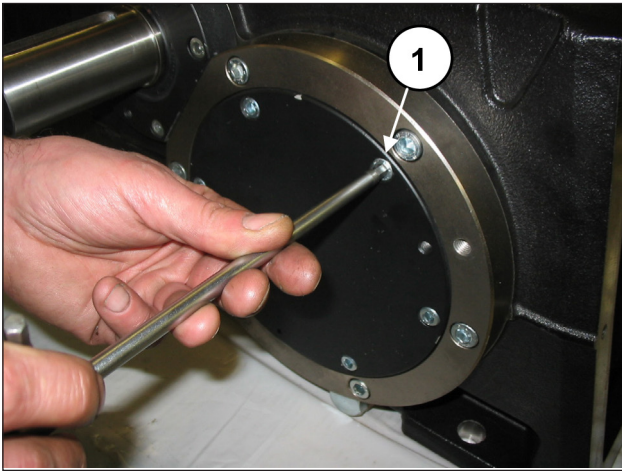
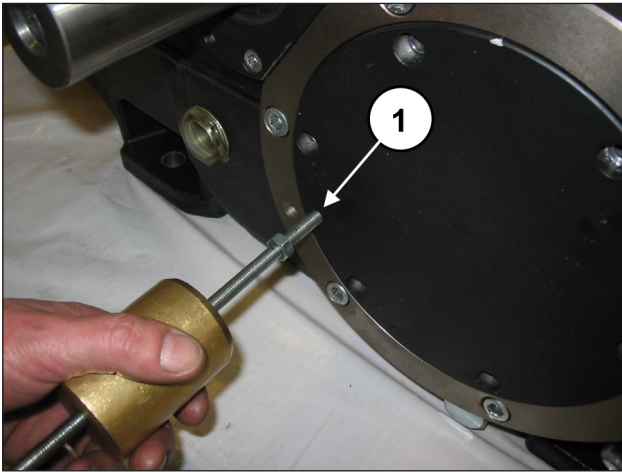

Fig. 10
Fig. 11
Proporcione agora a desmontagem das duas coberturas do rolamento, soltando os parafusos relativos (pos. ①, Fig. 10). Para facilitar a desmontagem, use dois grãos ou parafusos M8 (pos. ①, Fig. 11), com a função de extratores. Retire o anel circular e substitua-o, se for necessário.